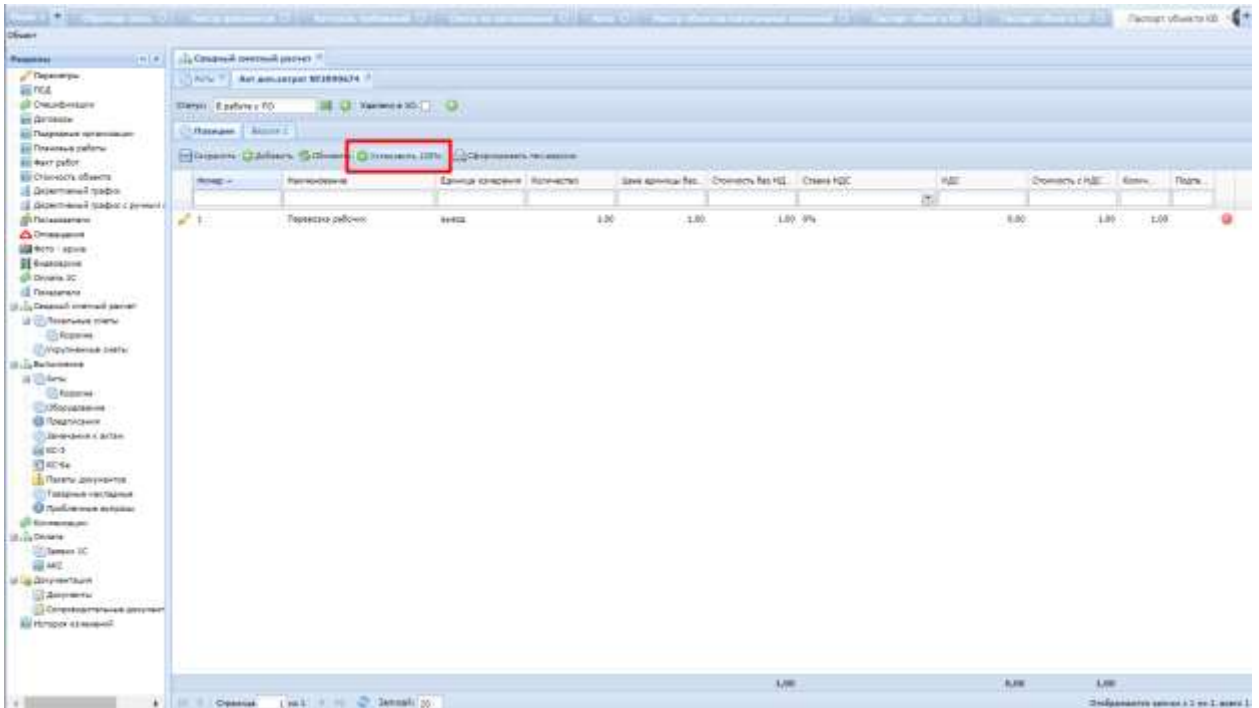

Рис. 142. Кнопка «Установить 100% выполнения» всем позициям
1. проставить массово всем позициям стопроцентный объем, который был заложен в акте выполненных работ, - нажать кнопку «Установить 100% выполнения» (Рис. 142);